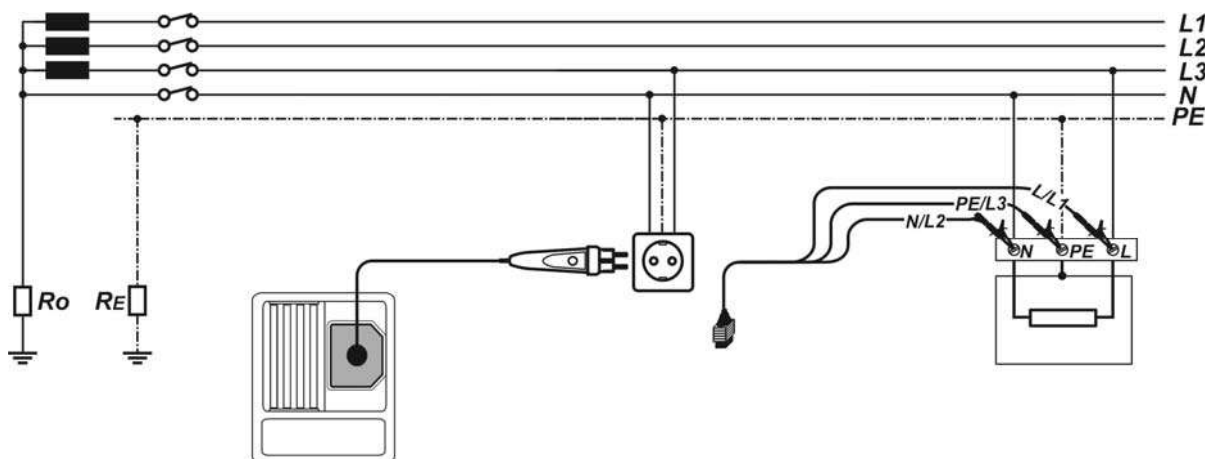

Рисунок 5.18: Подключение штепсельного щупа «plug commander» и 3-проводного тестового кабеля
- и Рисунок 5.18: Подключение штепсельного щупа «plug commander» и 3-проводного тестового кабеля